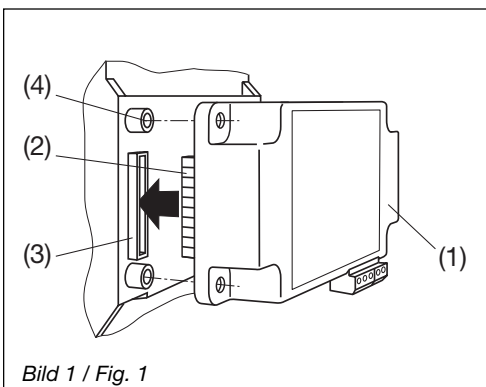

Bild 1 / Fig. 1
Erweiterungs-Modul (1) einfach auf der Rückseite des Grundgeräts aufstecken (Bild 1). Dabei beachten, dass Steckerleiste (2) und Steckbuchse (3), aufeinander passen.
Simply plug-in the extension module (1) at the back of the basic instrument (fig. 1). Please ensure that the plug (2) and socket (3) are aligned correctly.